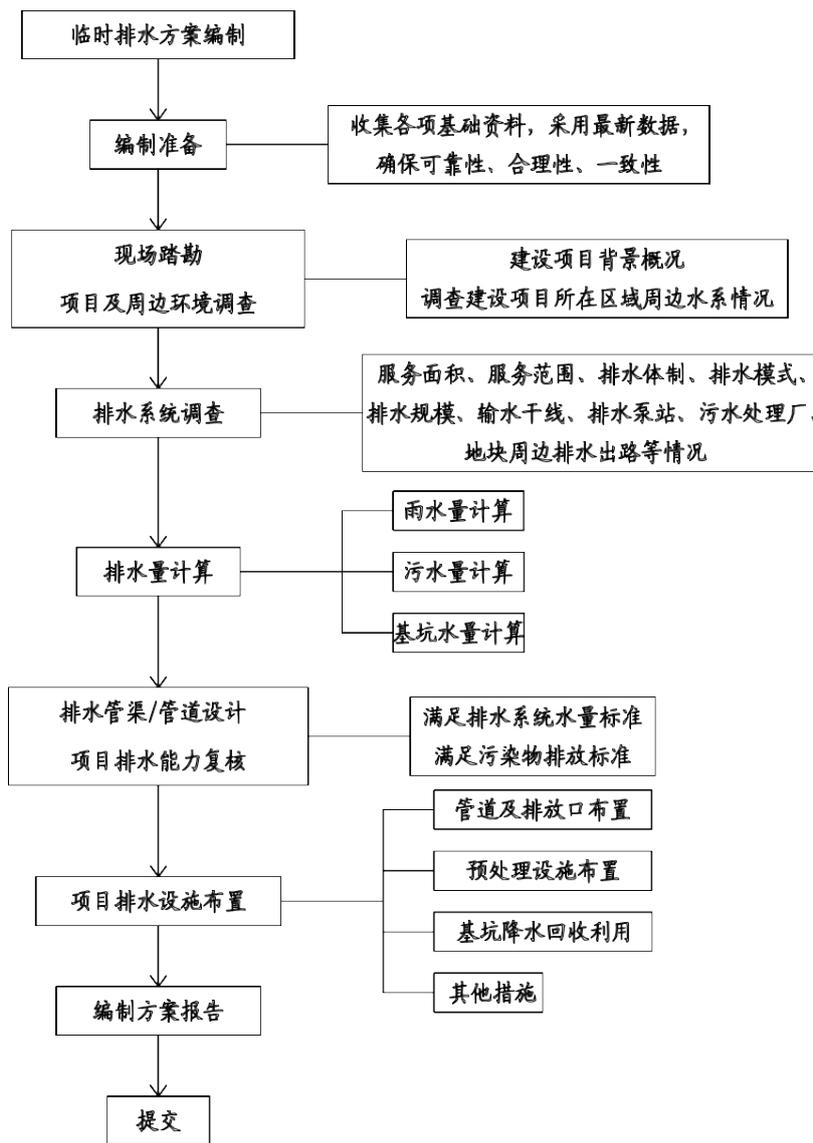

图 3.0.3 编制工作程序示意图
3.0.3 施工期临时排水设计方案工作程序应包括材料准备，现场踏勘，排水系统、排水去向及附属设施调查，方案编制和提交，编制工作程序见图 3.0.3，报告书的编制提纲见附录 A。